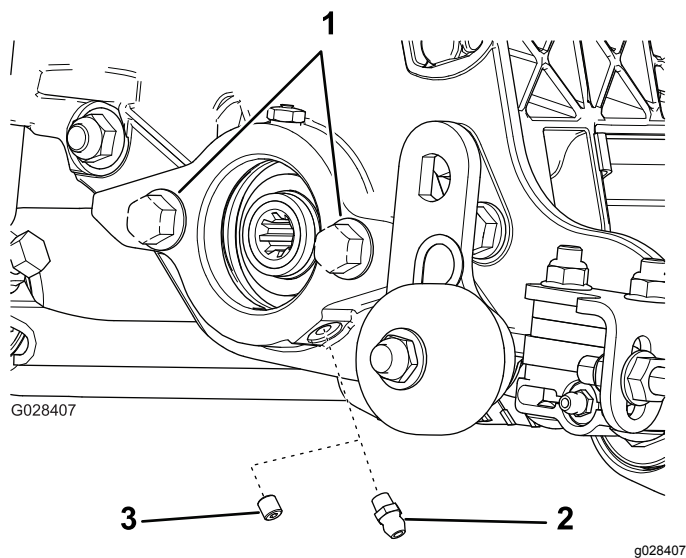

図 6
ねじは廃棄する 図 6。
2. グリスフィッティングストレートを取り付ける 図 6。
3. リールモータのサイドプレートにボルトが付いていない場合は取り付ける 図 6。